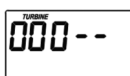

Figura 17 - Display turbina
1. Tenere premuto per 3 secondo il tasto "SELECT/MENU" finché sul display appare la scritta "000" come illustrato in Figura 17
Se il display non segna passaggio di acqua, smontare il sensore dal suo alloggiamento (Figura 17) e passare una calamita tra i due elettrodi, se il display comincia a segnalare una variazione di valore verificare se la turbina gira correttamente